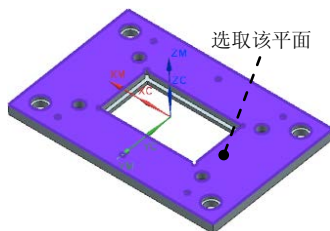

图 11.33 指定顶面
(1) 单击“钻”对话框中 **指定顶面** 右侧的  按钮，系统弹出“顶面”对话框。
(2) 在“顶面”对话框中的 **顶面选项** 下拉列表中选择  面选项，然后选取图 11.33 所示的面。
(3) 单击“顶面”对话框中的 **确定** 按钮，返回“钻”对话框。